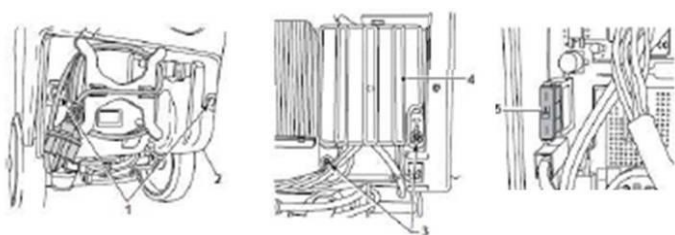

Рис. 17
- Открутите два болта (1 на Рис. 17), которые фиксируют крышку зарядного устройства (2 на Рис. 17) и снимите ее.
- Открутите два болта (3 на Рис. 17) и снимите крышку печатной платы (4 на Рис. 17).
- Замените предохранитель (5 на Рис. 17) Зелёный 30А
- В обратном порядке поставьте на место крышку печатной платы (4 на Рис. 17) и крышку зарядного устройства (2 на Рис. 17).